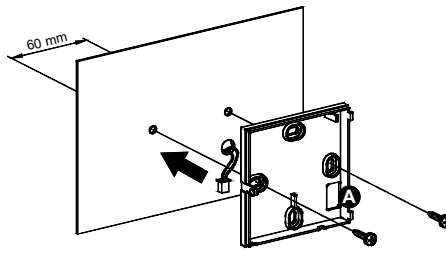

Abb. 5
- 3** Wählen Sie einen geeigneten Platz zur Montage aus (lesen Sie den Abschnitt "INBETRIEBNAHME FUNKVERBINDUNG") befestigen Sie nun die Wandhalterung mit den beiliegenden Schrauben. Der Abstand zwischen den beiden Schrauben beträgt 60 mm. Für den Fall, dass Sie einen externen Sensor verwenden, verdrahten Sie diesen vorher (A in Fig. 5).